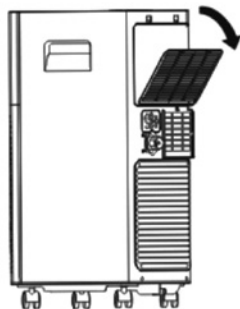

Рис. 18
1. Откройте крышку воздухозаборной решетки и извлеките фильтр согласно рис. 18.